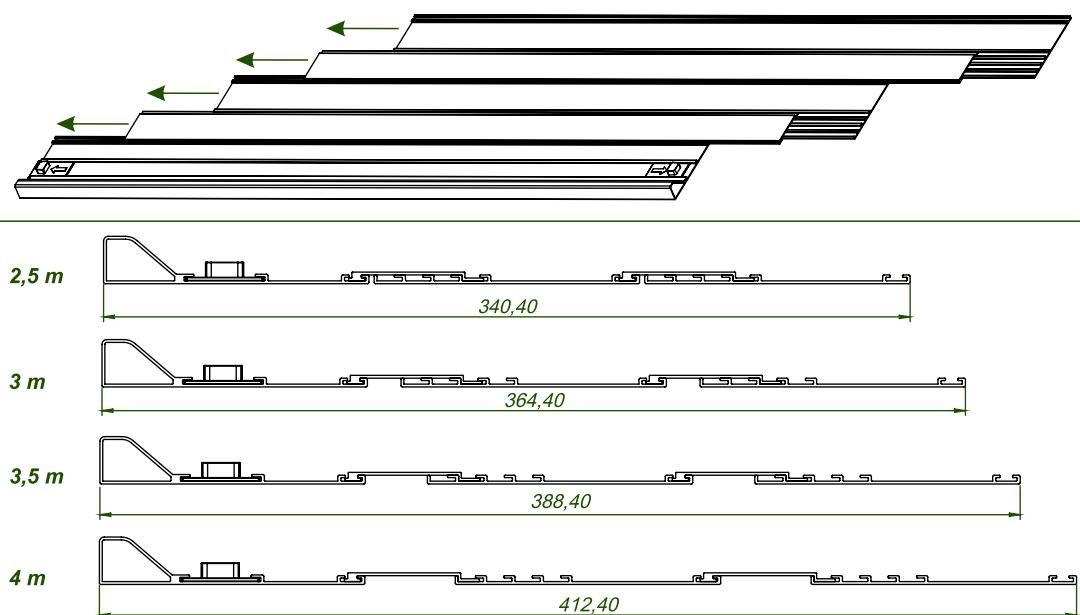

Abb. 30
- 31.** Schieben Sie die einzelnen Deckensegmente in das Deckenprofil, die richtige Konfiguration für Ihre Länge entnehmen Sie der Abbildung. (Siehe Abb. 30)